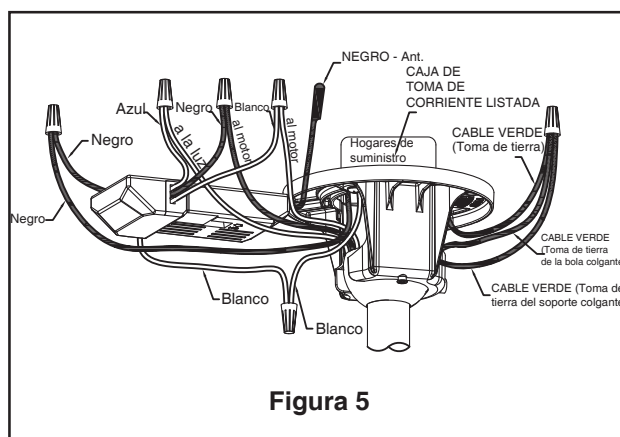

Figura 5
- ☐ 5. Pase los cables a través de la cubierta de unión del motor, la cubierta para el tornillo y el capuchón. (Figura 5)
- ☐ 4. Conecte los cables verdes desde el soporte colgante y la bola colgante en el cable desnudo (toma de tierra) utilizando el conector de cables suministrado. Conecte el cable negro desde la unidad del receptor marcado "AC IN L" al cable negro de suministro de electricidad utilizando el conector de cables suministrado. Conecte el cable blanco desde la unidad del receptor marcado "AC IN N" al cable blanco de suministro de electricidad utilizando el conector de cables suministrado. Conecte el cable blanco desde la unidad del receptor marcado "TO MOTOR N" al cable blanco del ventilador utilizando el conector de cables suministrado con el receptor. Conecte el cable blanco desde la unidad del receptor marcado "TO MOTOR L" al cable blanco del ventilador utilizando el conector de cables suministrado con el receptor. Por último, conecte el cable azul del receptor al cable azul de la luz del ventilador utilizando el conector de cables suministrado. Coloque todos los cables conectados y la antena del receptor para permitir la instalación de la cubierta del techo. (Figura 5)
- ☐ 5. Luego de empalmar los cables y realizar la conexión, sepárelos y dóblelos hacia arriba con el conductor con conexión a tierra y el conductor con conexión a tierra del equipo debe ir en un lado de la caja de distribución eléctrica y el conductor sin conexión a tierra debe ir del otro lado. (Figura 5)
5. Asegure el vidrio en la unidad de la placa de luz girándolo en el sentido de las agujas del reloj y sin apretar demasiado. (Figura 5)